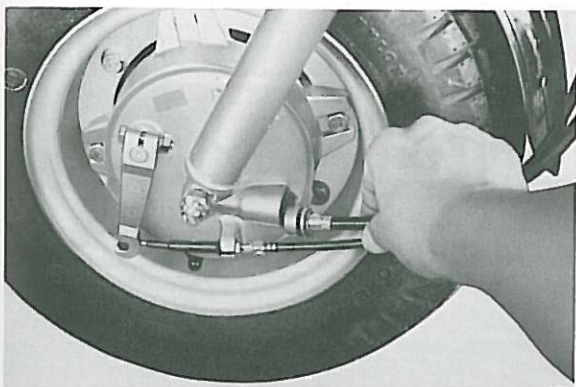

Fig. 5-1-1
1. Disconnect the speedometer cable from the front wheel backing plate. (Fig. 5-1-1)
1. Déconnecter le câble d'indicateur de vitesse au plateau porte-segments. (Fig. 5-1-1).
1. Die Welle des Geschwindigkeitsmessers an der vorderen Nabenscheibe lösen. (Fig. 5-1-1)